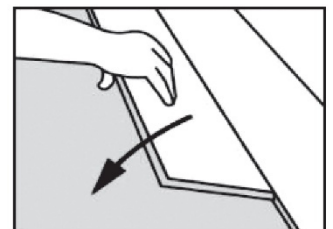

Abbildung 3
11. Die erste Diele der zweiten Reihe leicht an der Längsseite anwinkeln, nach vorne schieben und die Seitenfeder verriegeln (Abbildung 3). Die Diele nach links schieben, um die Kanten der Kopfstoßfuge auszurichten.